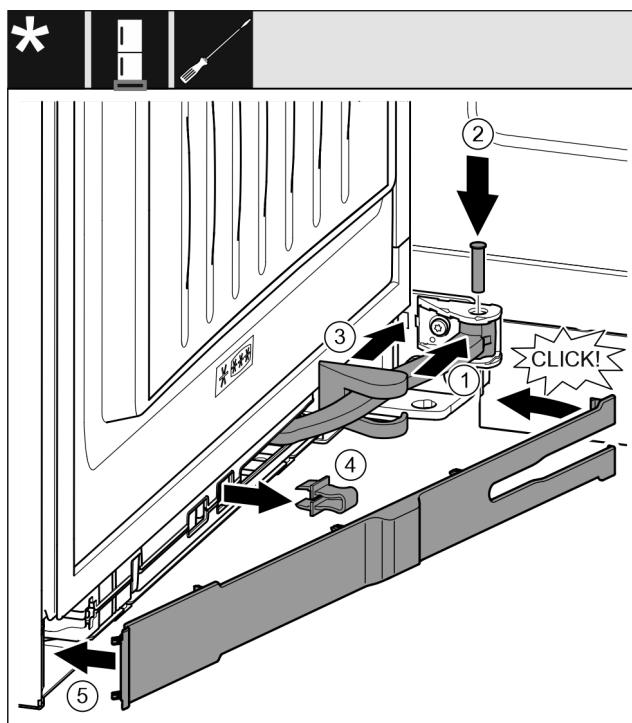

Fig. 47
- Pagrieziet šarnīru viru mehānismā. Fig. 47 (1)
- Ievietojiet tapu ar skrūvgriezi T15 viru mehānismā un šarnīrā. Uzmaniet, lai aiztura izcilnis pareizi atrastos rievā. Fig. 47 (2)
- Bīdīt gultņa balsta pārsegu gar šarnīru un uzstādīt virs viru mehānisma. Fig. 47 (3)
- Noņemiet aizturi. Fig. 47 (4)
- Pieļieciet aizsegu no roktura puses un pievirziet. Fig. 47 (5)